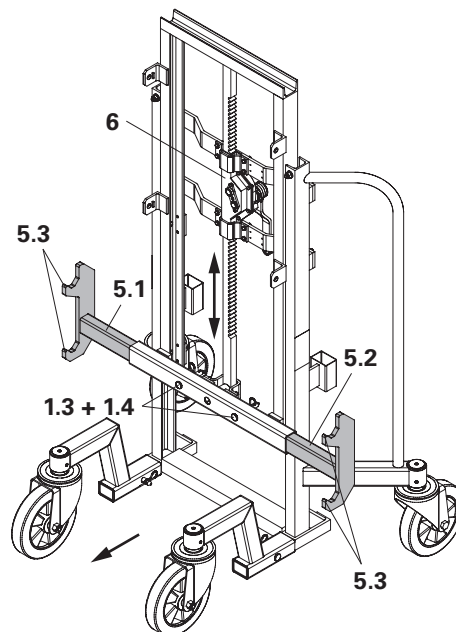

Fig. 25
(Fig. 25)
2. Pre-regolare l'altezza di presa con il verricello a cremagliera (6). (Fig. 25)